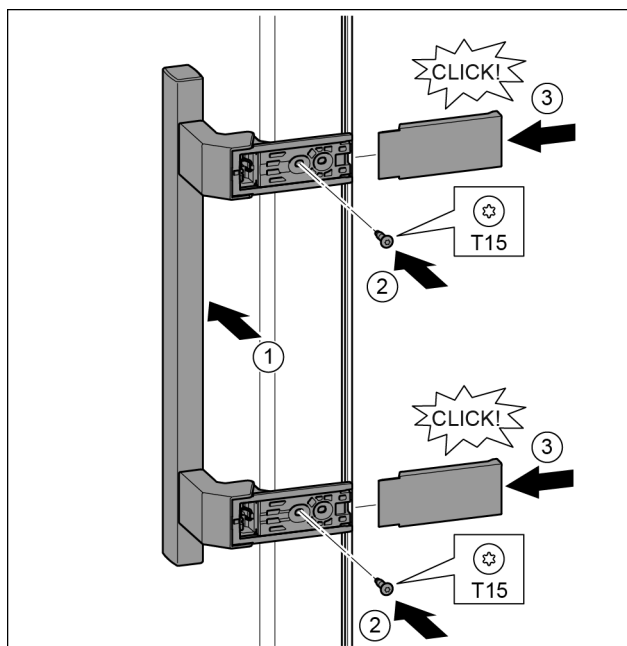

Fig. 19
- ▶ Griff auf der Gegenseite ansetzen. Fig. 19 (1)
- ▶ Die Schraublöcher müssen genau übereinander liegen. Fig. 19 (2)
- ▶ Schrauben mit Schraubendreher T15 festschrauben. Fig. 19 (2)
- ▶ Abdeckungen seitlich ansetzen und aufschieben. Fig. 19 (3)